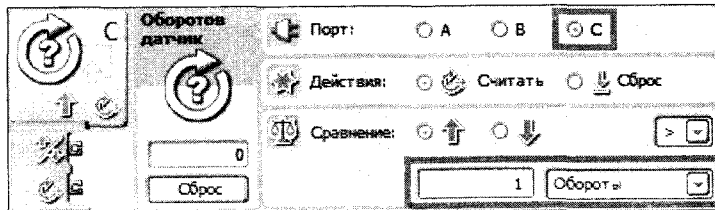

Рис. 41. Настройки блока **Датчик оборотов**
7. Выставьте настройки как указано на рис. 41.